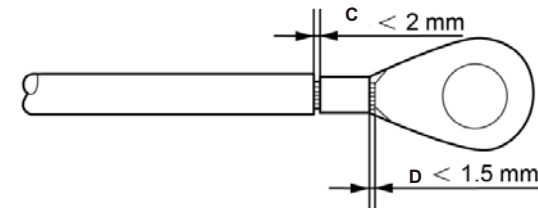

Abbildung 5.9 Draht abisolieren
- 4) Führen Sie den abisolierten Draht in den Crimbereich der OT-Klemme ein und crimmen Sie die Klemme mit der Hydraulikklammer auf den Draht (siehe Abbildung 5.9).